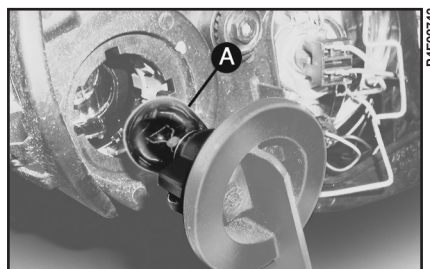

рис. 17
- 2) Слегка надавите на лампу **A** (рис. 17), поверните ее против часовой стрелки и извлеките.